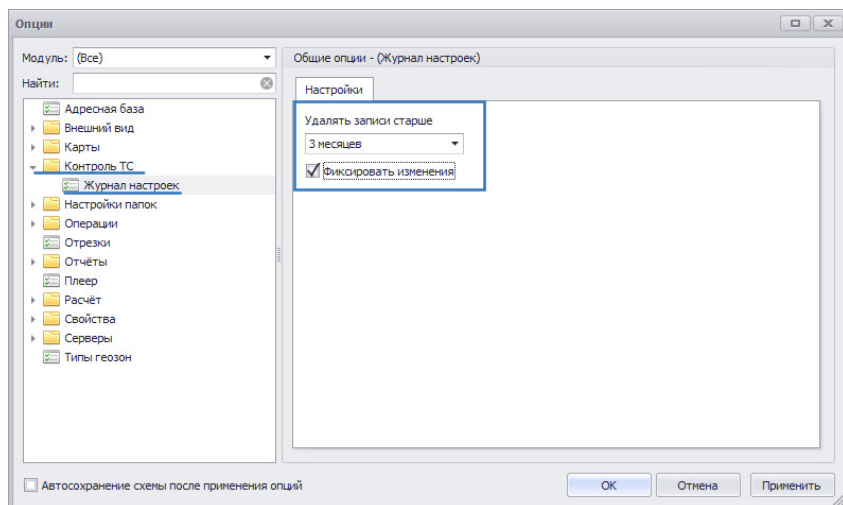

Рис.383. Настройка Журнала настроек.
В программе «АвтоГРАФ 5 ПРО» ведется запись изменения настроек ТС в отдельный журнал – `ProgramData\AutoGRAPH Shell\ SettingsLog.db3`. Для настройки Журнала настроек нужно перейти в программе «АвтоГРАФ 5 ПРО» в меню «Опции» в раздел *Контроль ТС – Журнал настроек* (Рис.383).
- Для того чтобы выполнялась запись изменения настроек в Журнал нужно включить опцию «Фиксировать изменения» (Рис.383).